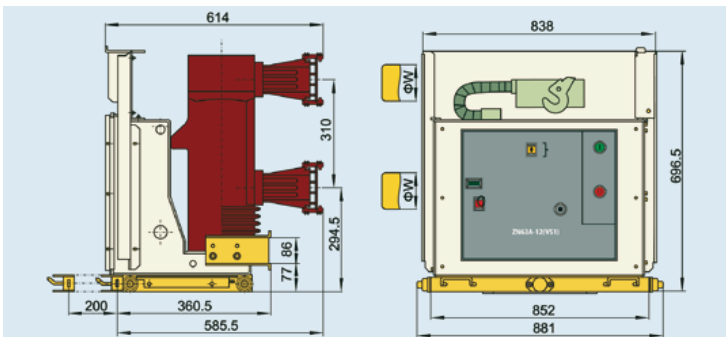

Рис. 6.3 Внешний вид и монтажные размеры выключателей: ZN63A-12/T3150-40
6.1.3 Выключатель ZN63A-12/T3150-40 (см. рис. 6.3)